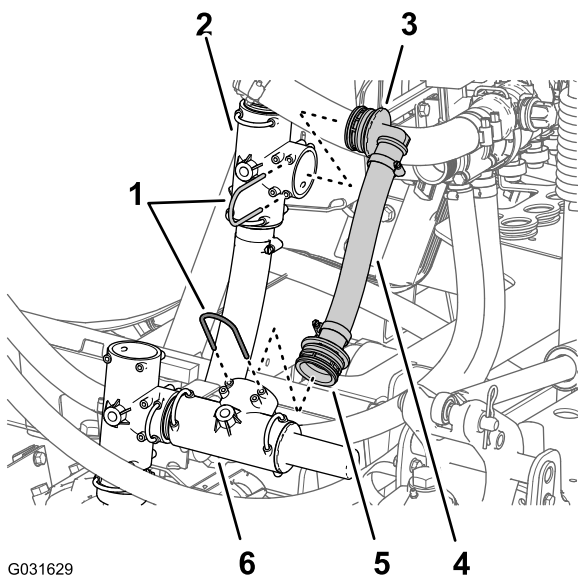

Figura 34
1. Retire la horquilla de retención que sujeta el acoplamiento dentado recto de la manguera de alivio de presión a la válvula de alivio de presión del sistema del fumigador (Figura 34).
2. Retire la horquilla de retención que sujeta el acoplamiento dentado de 90° de la manguera de alivio de presión al acoplamiento en T del circuito de suministro de la bomba del fumigador (Figura 34).
3. Retire la manguera de alivio de presión y los acoplamientos de la máquina (Figura 34).